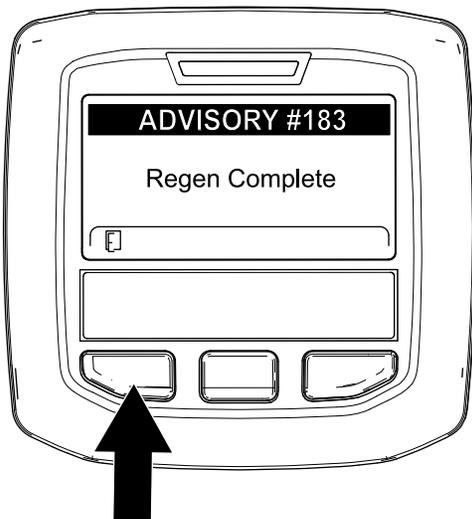

Рисунок 62
9. Когда компьютер двигателя завершает процесс стационарной или восстановительной регенерации, на дисплее инфо-центра появляется ИНФОРМАЦИОННОЕ СООБЩЕНИЕ № 183 (Рисунок 62). Для перехода на главный экран нажмите левую кнопку.